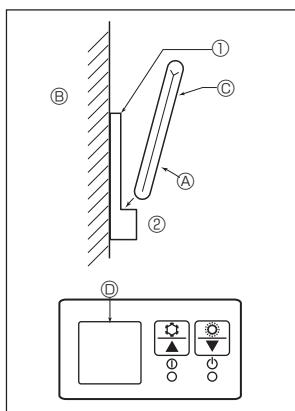

Fig. 6-7
2) Installasjonsmetode (Fig. 6-7)
① Fest fjernkontrollholderen til ønsket sted ved hjelp av 2 selvlgengende skruer.
② Plasser den nedre ende av kontrolleren inn i holderen.